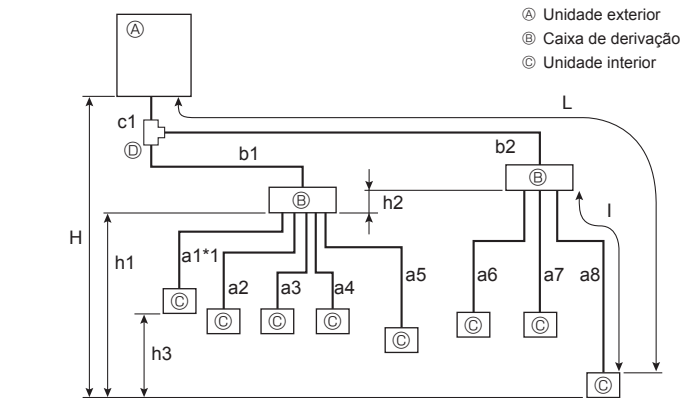

Fig. 4-2
4.1.2. Ligação com caixa de derivação (Fig. 4-2)